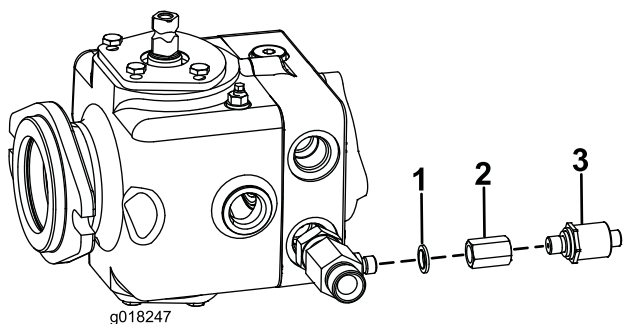

Figura 8
- 3. Enrosque el adaptador del interruptor de presión en el acoplamiento en T usando una junta de caucho-metal (1/4"), según se muestra en Figura 8.
4. Enrosque el interruptor de presión en este adaptador (Figura 8). Apriete el interruptor a 34 N·m.